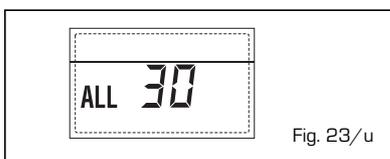

Fig. 23/u
- ANOMALIA SONDA MANDATA CASCATTA "ALL 31" (fig. 23/v)